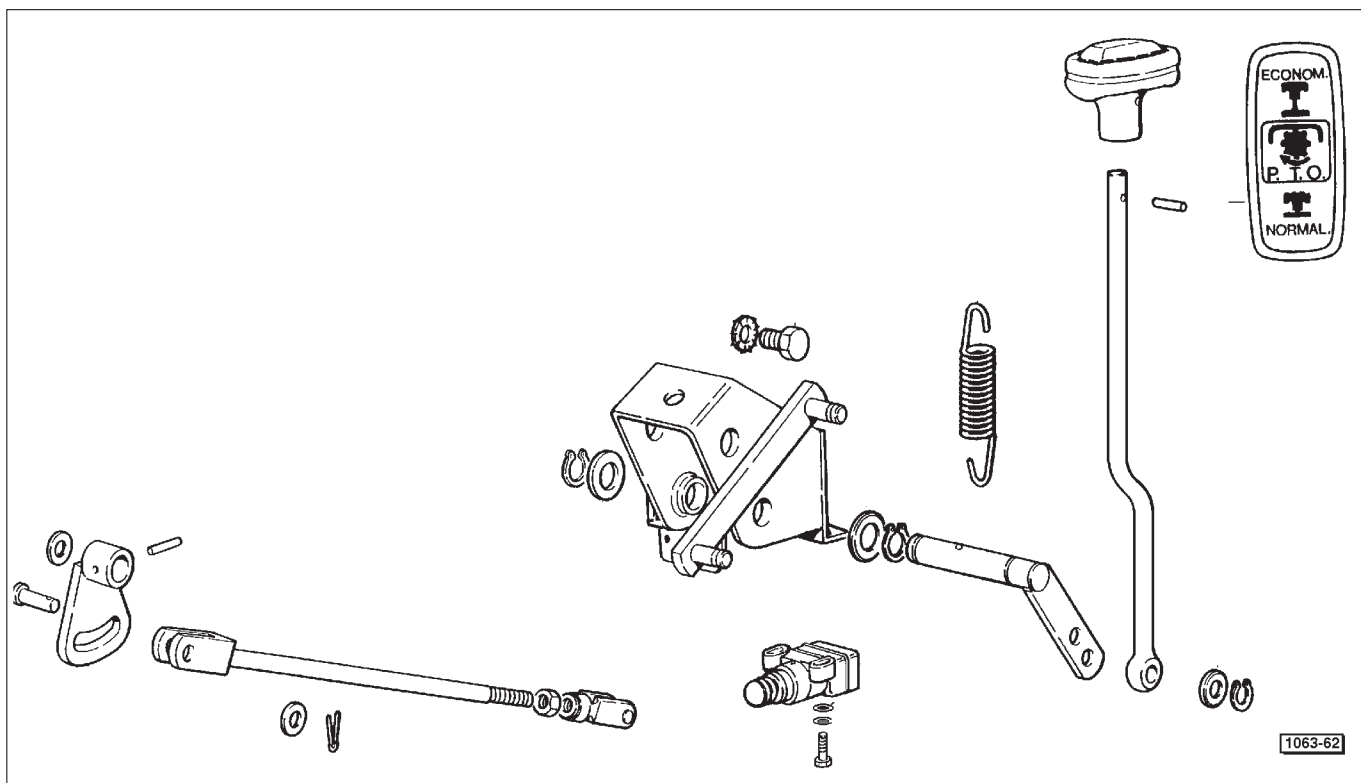

Fig. 1 - Commande externe de sélection Pdf ÉCONOMIQUE (pour le réglage, voir chapitre 36 - prise de puissance).
- Fig. 1 **Commande externe de sélection Pdf ÉCONOMIQUE**